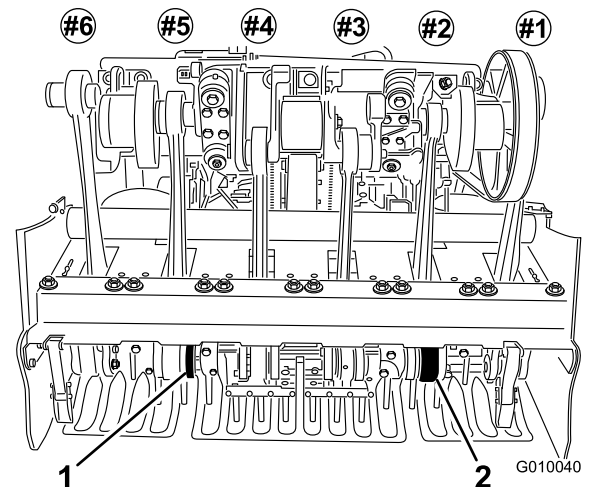

図 25
5. タイン・ホルダー #2 と #5（図 25）にタインを取り付け、キャップスクリューで固定する。